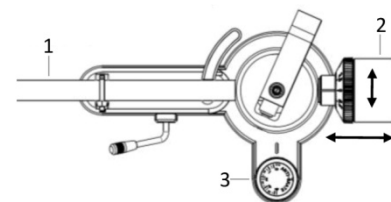

рис.3
Разметка должна быть спереди. Противовес используется для установки правильной прижимной силы картриджа (рис.3).
5. Поставьте анти-скейтинг (3) на «0» (рис.3).
6. Двигайте, поворачивая, противовес (2) (рис. 3) вперед или назад пока не достигните горизонтального баланса.